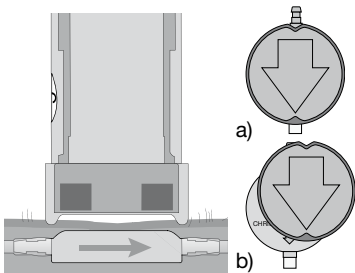

图13: 测量压力a) 正确 b) 错误
2. 将校验工具定位在阀门的中心。仪器上的标记必须对准近端导管(脑室端)。推动按钮，读取压力设置(图13)。